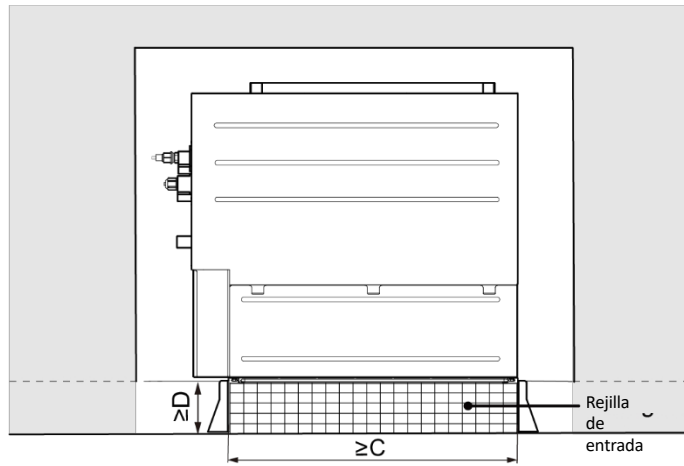

Fig. 3.2.2
- 7 Los requisitos de instalación de la rejilla de entrada de aire son los indicados en la Fig. 3.2.2.